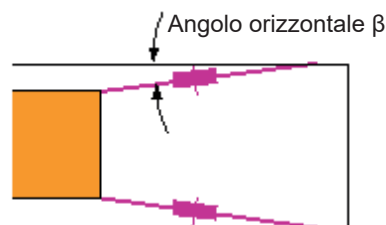

Fig. 2: Angolo orizzontale β
- β = angolo orizzontale (Fig. 2)